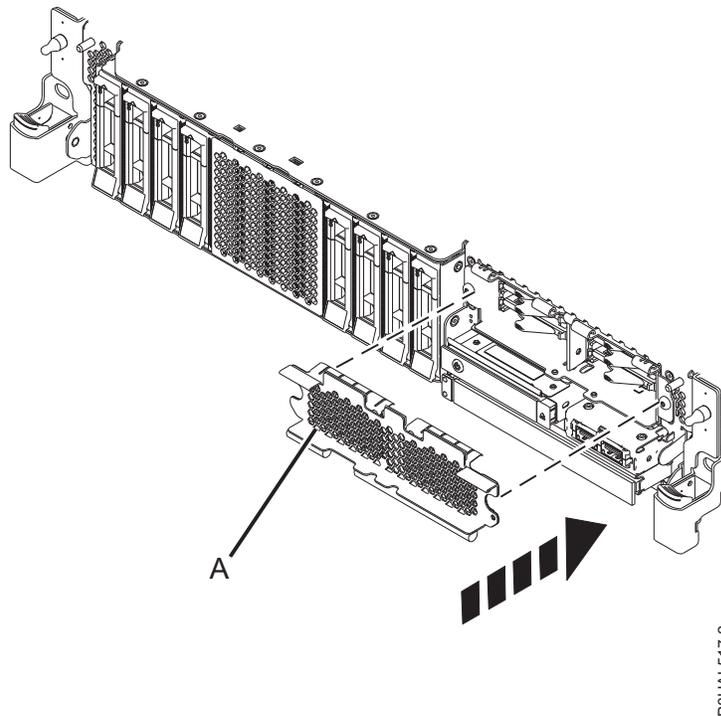

Figure 27. Installation du cache sur le compartiment SSD dans un système à fonction étendue
5. Si applicable, obstruez le compartiment SSD avec le cache perforé (**A**) comme illustré dans la figure 27, à la page 30.